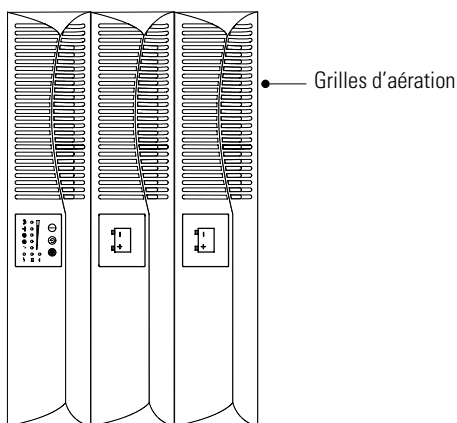

Figure 8. Configuration de type « tour » de l'onduleur et modules EBM
6. Redressez prudemment l'unité (voir Figure 8). Les grilles d'aération doivent être placées vers le haut.